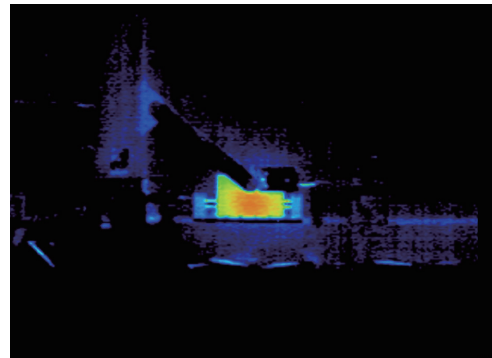

図7 作動による熱エネルギー吸収効果のサーモグラフィー画像
- ・オイルの粘性で発生した抵抗力は熱エネルギーに変換・放熱され、安定した減衰効果を生む（図7）。